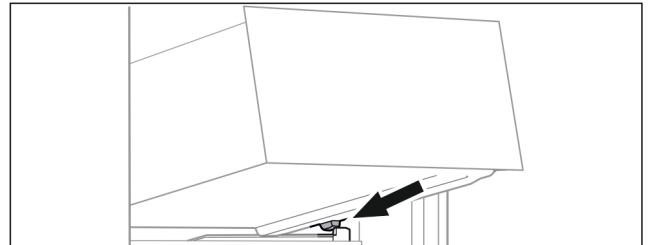

Fig. 22
- ▶ Placer le tiroir, en l'inclinant, derrière les butées sur la nervure de récipient Fig. 22 ().